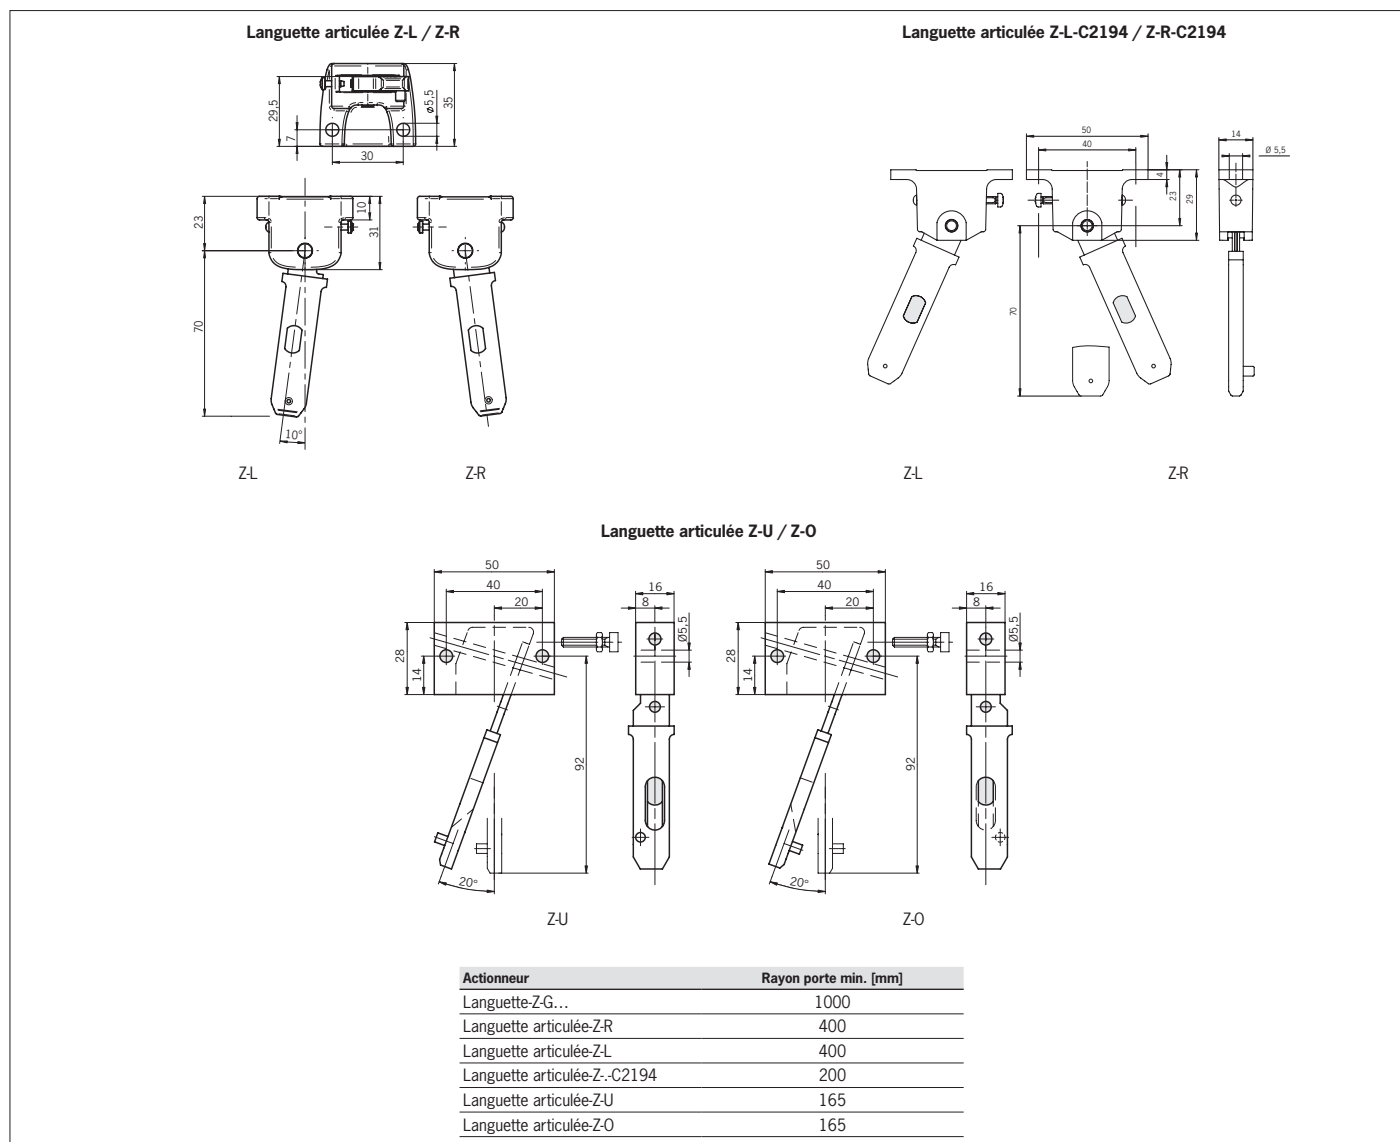

Fig. 4 : Rayons de porte minimum
- ▶ Tenere conto anche del raggio della porta e delle possibilità di fissaggio (vedere Fig. 4).